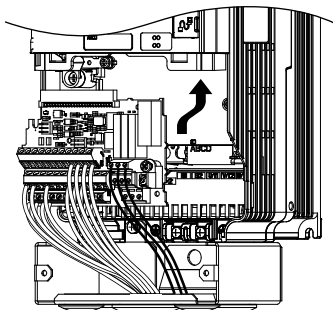

Figura 6.5 Instale la tarjeta de terminales
1. Después de conectar el circuito principal, conecte el bloque de terminales al variador, tal como observa en la Figura 6.5. Ajuste el bloque de terminales con el tornillo de instalación.